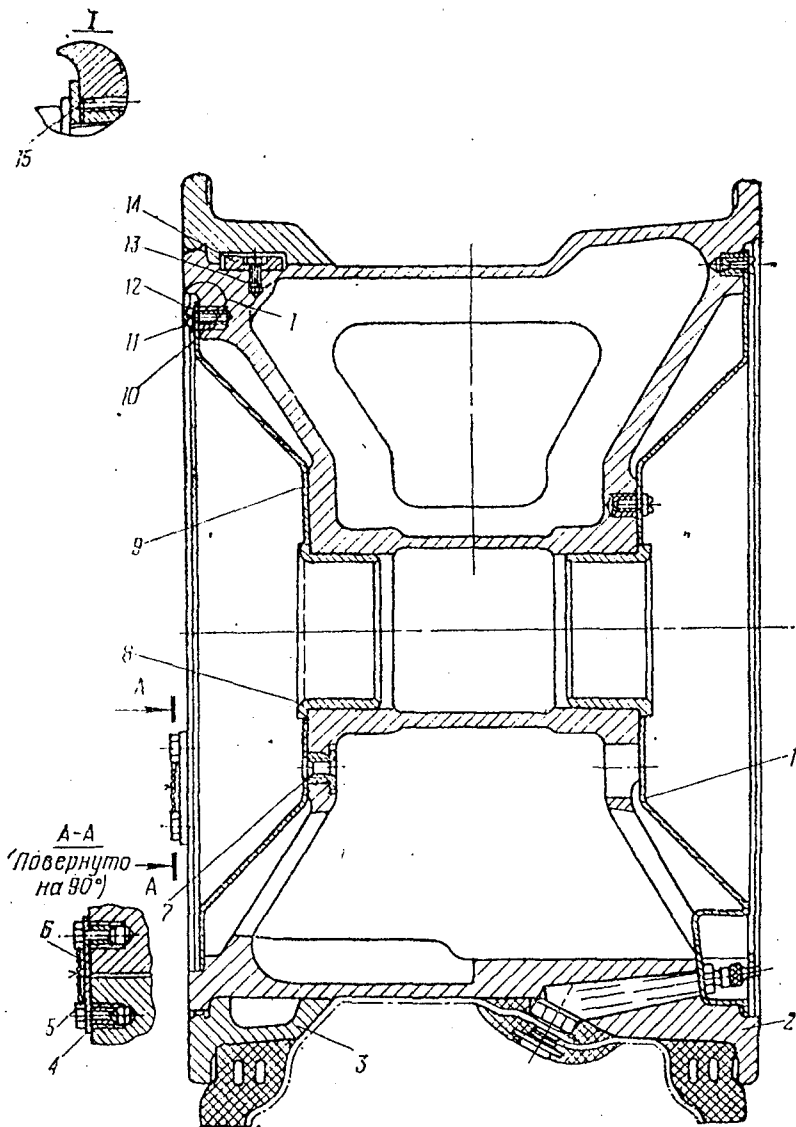

Рис. 5.17. Колесо К2105 (700×250):
2. Расконтрите и выверните винты 5 (рис. 5.17) и снимите планки 6.
Замену футорок КТ 94-316 (рис. 5.17, поз. 10) производите, как указано в подразделе «Ремонт тормозного колеса КТ 94/2А».
7. Установите две планки 6 (рис. 5.17), соединяющие полуремборды, навинтите и законтрите винты 5 проволокой КО-0,8.